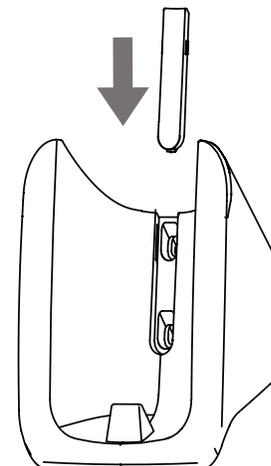

Figura 2.4
2. Inserte la tapa de rosca en la cubierta del soporte sobre los tornillos (consulte la Figura 2.4);